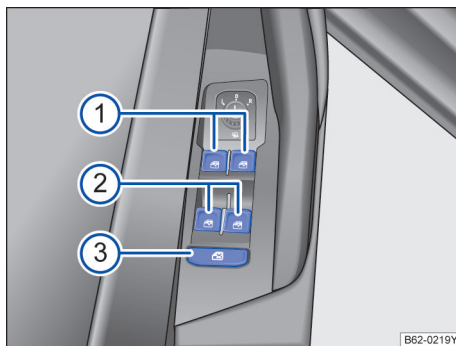

图 56 在驾驶员侧车门内：前部和后部车窗升降器的按钮。
→ 图 56 的图例：
🚫：安全按钮 → 图 56 ③ 停用后门车窗控制按钮。这时按钮中的黄色指示灯亮起。